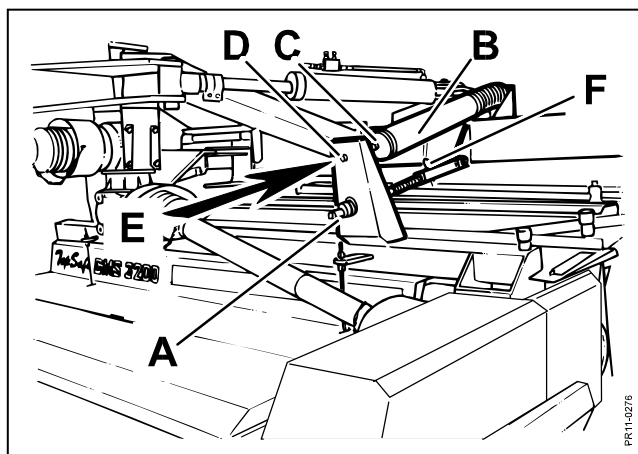

Рис. 3-14
- Рис. 3-14** Точная регулировка выполняется путем наклона режущего механизма на оси **A**. Шплинт **F** поддерживает необходимую регулировку. **Длина регулировочной оси должна быть одинаковой с левой и правой стороны! Это необходимо для предотвращения крена режущего механизма, что может привести к неудовлетворительной работе машины.**
- Рис. 3-14** 4) Пружины **B** системы **Top Safe** регулируются до тех пор рама режущего механизма не сдвинется в направлении **E**, с **подходящим давлением**. Ослабьте контргайку **C** и произведите регулировку с помощью **D**.
Важно! Эти пружины **TOP SAFE** не регулируются на заводе по причине предстоящей транспортировки. После регулировки следует проверить, **что пружины имеют одинаковый крутящий момент с левой и правой стороны**. Это можно проверить взвешиванием или сравнением длины пружин **B** (Рис. 3-14).
- А) Немного ослабить верхние горизонтальные пружины (Рис. 3-14), стр. 34, и немного затянуть пружины регулирующие высоту подвески (Рис. 3-12).